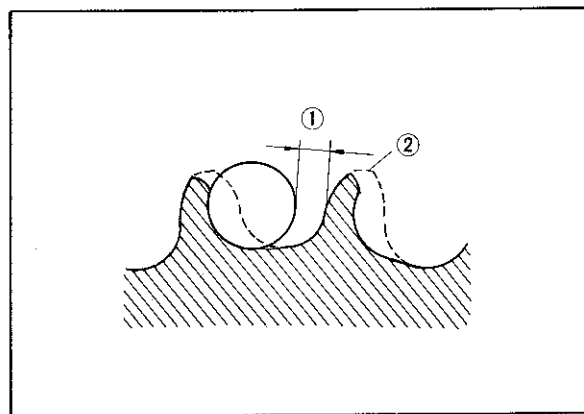

Fig. 5-5-1
3. Check sprocket wear. Replace if wear decreases tooth width as shown. (Fig. 5-5-1)
3. Contrôler l'usure du pignon. Remplacer si l'usure des dents atteint le degré indiqué ci-contre (Fig. 5-5-1)
3. Kettenrad auf Verschleiß prüfen. Es muß ersetzt werden, falls die Zahnbreite durch Verschleiß übermäßig vermindert ist. (Fig. 5-5-1)